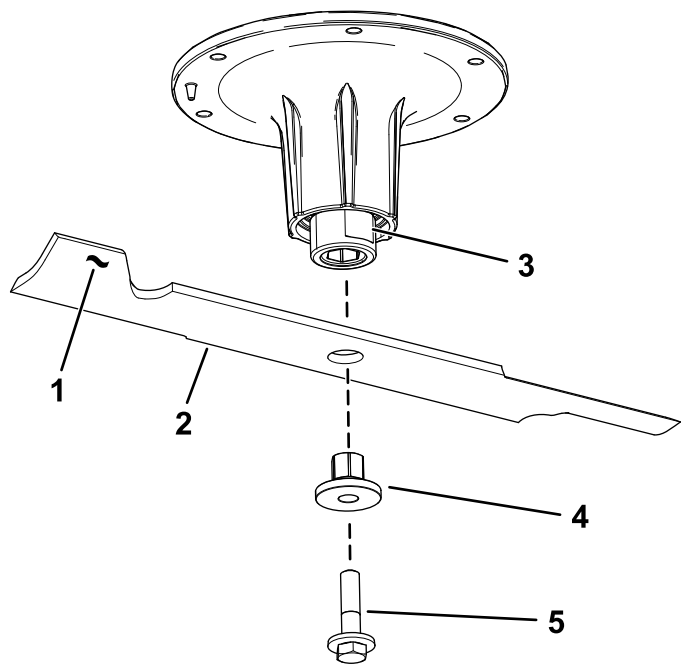

Bild 105
2. Entfernen Sie die Messerschraube, Buchse und das Messer von der Spindelwelle (Bild 105).